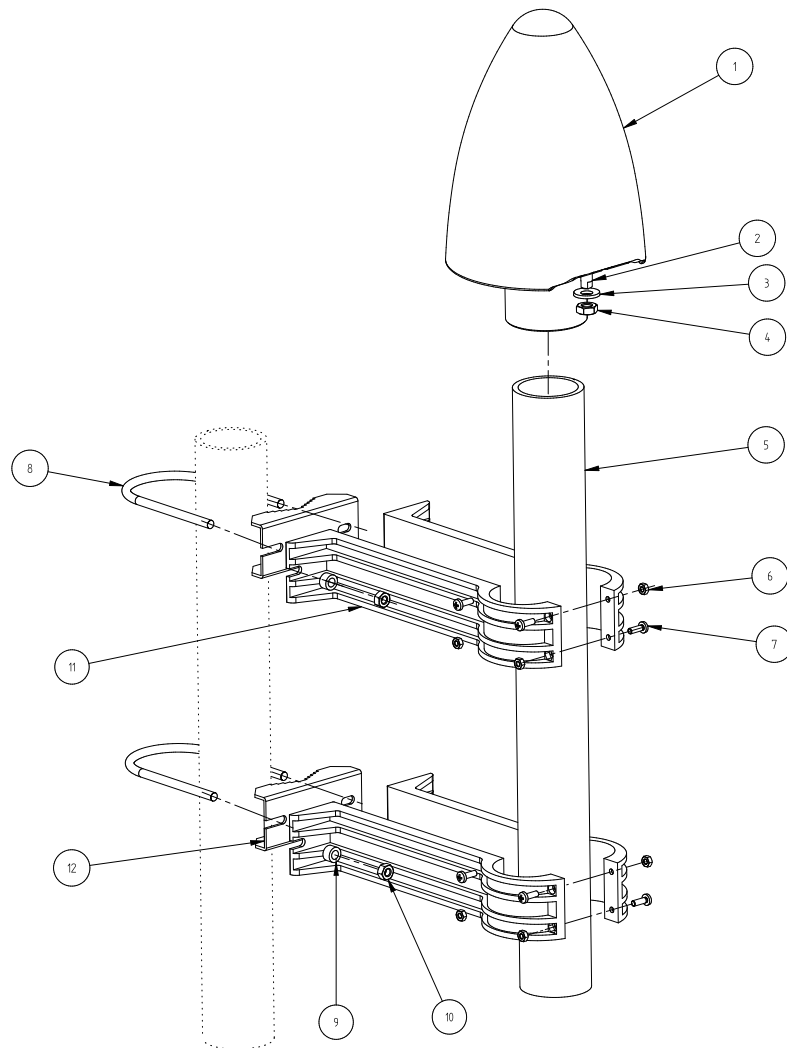
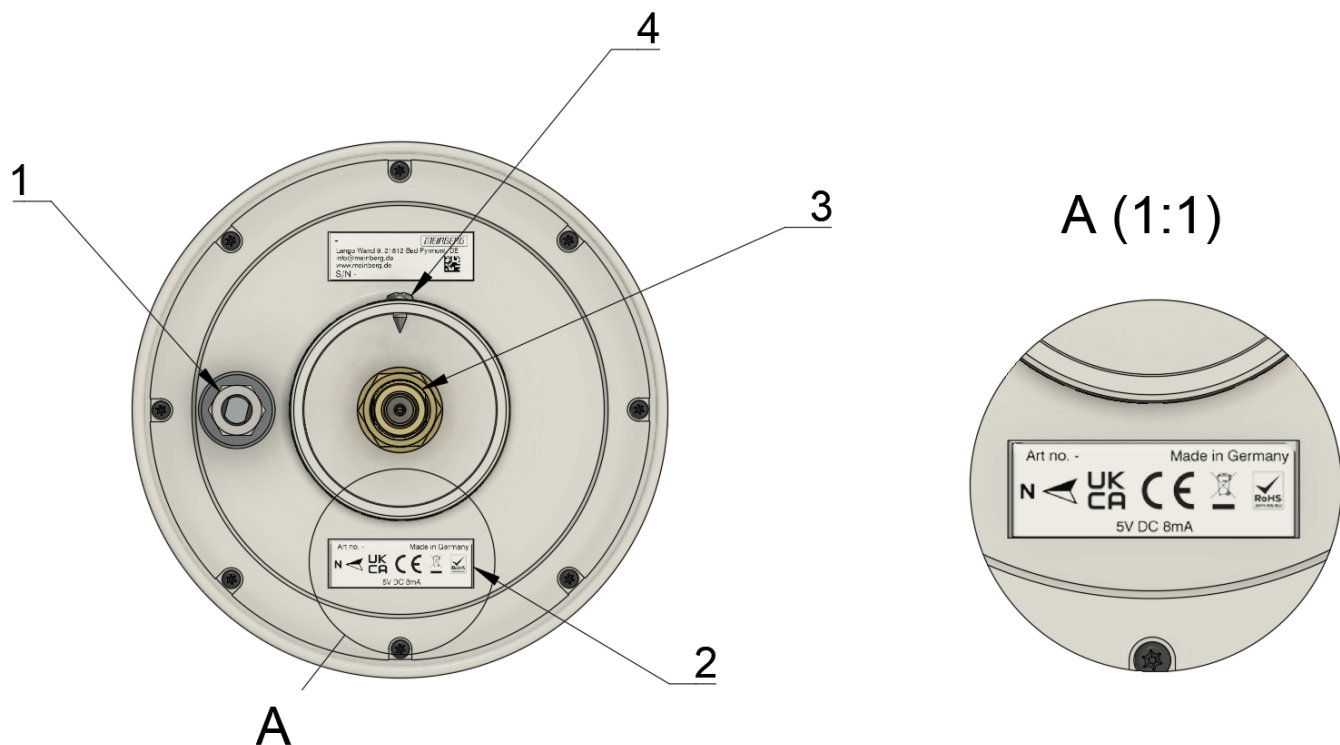

Abbildung 7.4: Montage einer Meinberg GNSS-Antenne an einem Mast
Abbildung 7.5: Unterseite GNMANtv2
Abb. 7.4 stellt die Montage einer Meinberg GNSS-Antenne an einem Mast dar.
1. Legen Sie das Antennenrohr (Pos. 5 in Abb. 7.4) in die dafür vorgesehenen Wölbungen der beiden Paare der Antennenrohr-Halter (Pos. 11). Befestigen Sie das Antennenrohr in jeder der beiden Antennenrohr-Halter, mit vier M4x12-Linsenkopf Kreuzschlitz (Pos. 7) und den entsprechenden M4-Sechskantmutter (Pos. 6). Um sicherzustellen, dass das Antennenrohr (Pos. 5) so sicher wie möglich sitzt, sollten die oberen und unteren M4x12-Schrauben (Pos. 7) in jedem der beiden Antennenrohr-Halter aus entgegengesetzten Richtungen eingesetzt werden, wie in Abb. 7.4 gezeigt.
4. Führen Sie das eine Ende des Antennenkabels (N-Norm-Stecker) von unten durch das Antennenrohr (Pos. 5 in Abb. 7.4) sodass ca. 60 cm heraussehen. Schrauben Sie den N-Norm-Stecker mit dem notwendigen Anzugsdrehmoment von 1 Nm, auf die N-Norm-Buchse der Antenne (Pos. 4 in Abb. 7.5)
5. Beachten Sie nun den in → Kapitel 7.1, „Planung der Antenneninstallation“ erwähnten „NRP“. Stellen Sie vor dem Fixieren der Antenne am Antennenrohr sicher, dass der Nordpfeil auf dem Aufkleber (Pos. 2 in Abb. 7.5) und der Erdungsanschlusspunkt (Pos. 1 in Abb. 7.5) zum geografischen Norden hin ausgerichtet sind. Nutzen Sie hierzu z.B. ein GPS-Gerät, Smartphone mit GPS-App oder einen Floating-Nadel Kompass.
6. Setzen Sie die Antenne bis zum Anschlag auf das Antennenrohr. Kontrollieren Sie nochmals die Nordausrichtung der Antenne. Schrauben Sie nun die Blechschraube (Pos. 4 in Abb. 7.5) im Sockel mit einem geeigneten Schraubendreher (Kreuzschlitz) fest und fixieren so die Antenne (Pos. 1 in Abb. 7.4) am Antennenrohr (Pos. 5 in Abb. 7.4).